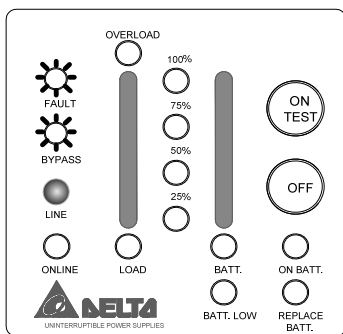
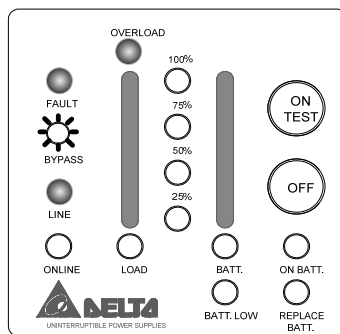

Рис. 3-13. Перегрев
Рис. 3-14. Отказ вентилятора
- При чрезмерном нагревании компонентов ИБП срабатывают термореле. Такое состояние называется перегревом (см. рис. 3-13). На рис. 3-14 показана индикация при отказе вентиляторов ИБП.